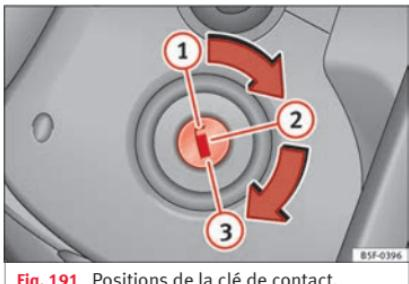

Fig. 191 Positions de la clé de contact.
Si le moteur ne démarre pas immédiatement, interrompez le processus de démarrage et essayez à nouveau après 30 secondes. Pour redémarrer le moteur, remettez la clé en position »» **fig. 191 ①**.
- Amenez la clé de contact en position **» fig. 191 ①**.
- Retirez la clé de contact d'allumage sur la position **» fig. 191 ① » △**.